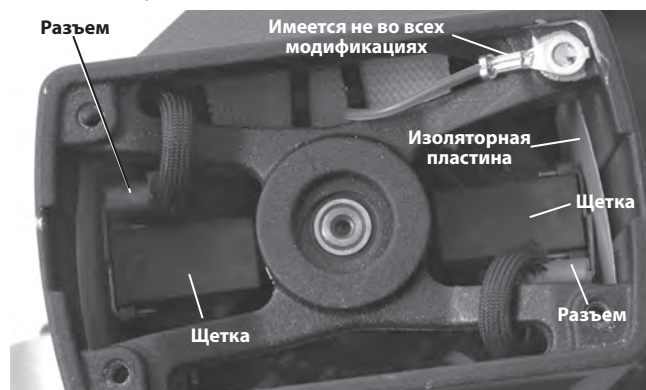

Рис. 26 – Замена щетки - крышка двигателя снята
3. С помощью плоскогубцев извлеките наружу держатели щеток электродвигателя. Отсоедините электрический разъем. (См. Рис. 26).